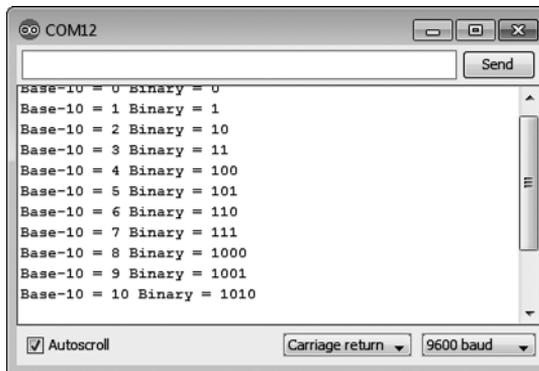

Рис. 6.3. Вывод скетча из листинга 6.2
Скетч выводит значение переменной типа `byte` вызовом функции `Serial.print()` в виде десятичного числа при использовании параметра `DEC` (❶) и в виде двоичного при использовании параметра `BIN` (❷). После загрузки скетча в окне монитора порта должен появиться вывод, как показано на рис. 6.3.